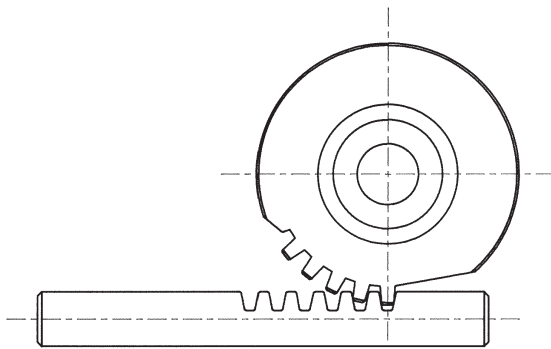

Fig. 2
3. To replace the torsion spring, place the new one in its position and the pignon as per indications in fig. 2. Introduce the assembly axe-pedal.
2. Extraire le ressort de torsion, mettre le nouveau ressort en position et le pignon selon les indications de la fig. 2. Introduire l'ensemble axe-pedale.
3. Para substituir a mola de torsão, colocar uma nova em sua posição e a catraca conforme indica a (fig. 2). Introduzir o conjunto do eixo do pedal.
3. Para sustituir el muelle de torsión, coloque el nuevo en su posición y el piñón según se indica en fig. 2. Introduzca el conjunto eje-pedal.
3. Um die Torsionsfeder zu ersetzen, montieren und positionieren Sie die neue Feder und das Ritzel im Verhältnis zum Kolben entsprechend Abb. 2. Montieren Sie die Pedalwelle.